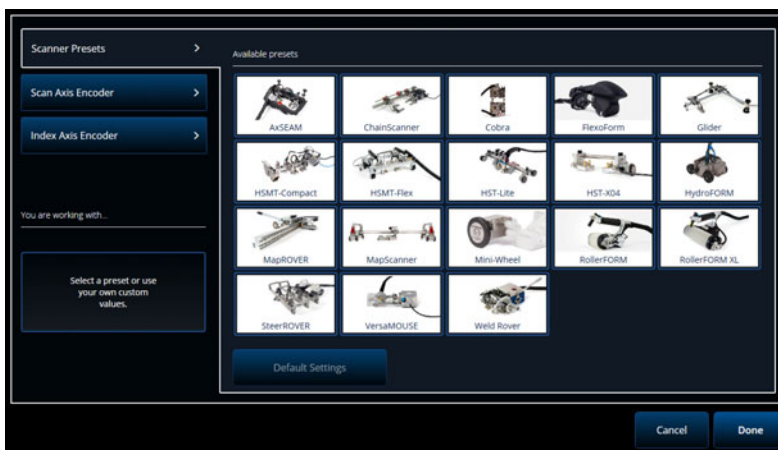

図 5-1 スキャナーのプリセット選択リスト
2. ■■■ Scan (スキャン) > Inspection (探傷) > Encoders (エンコーダー) を選択してエンコーダー設定画面にアクセスし、仕様に合わせてエンコーダーパラメーターを設定します (202 ページの図 5-1)。プリセットスキャナーを使用するか、このメニューから軸のパラメーターを編集できます。